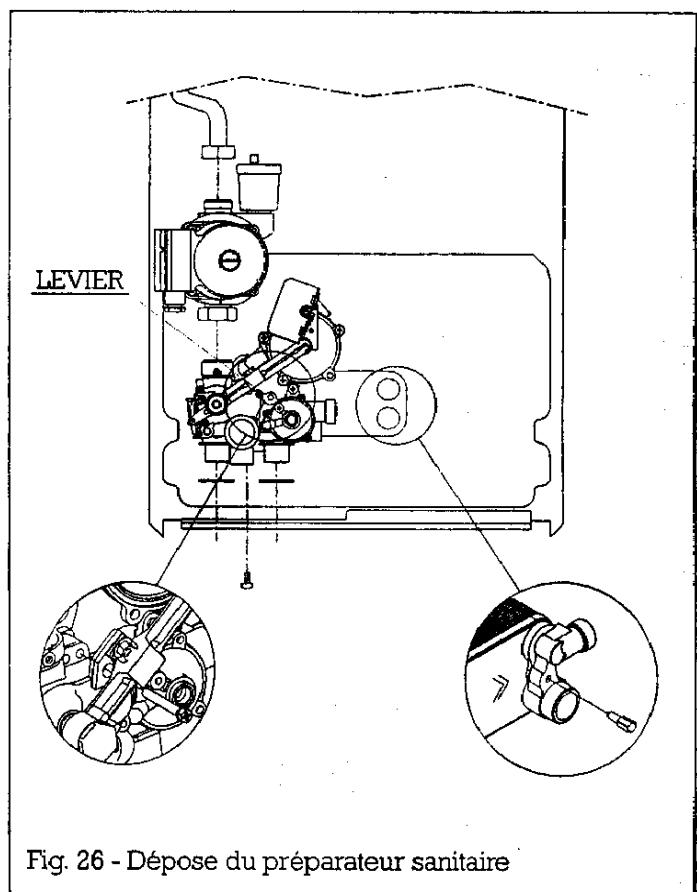

Fig. 26 - Dépose du préparateur sanitaire
- retirer les 2 fixations du préparateur sanitaire (Fig. 26);